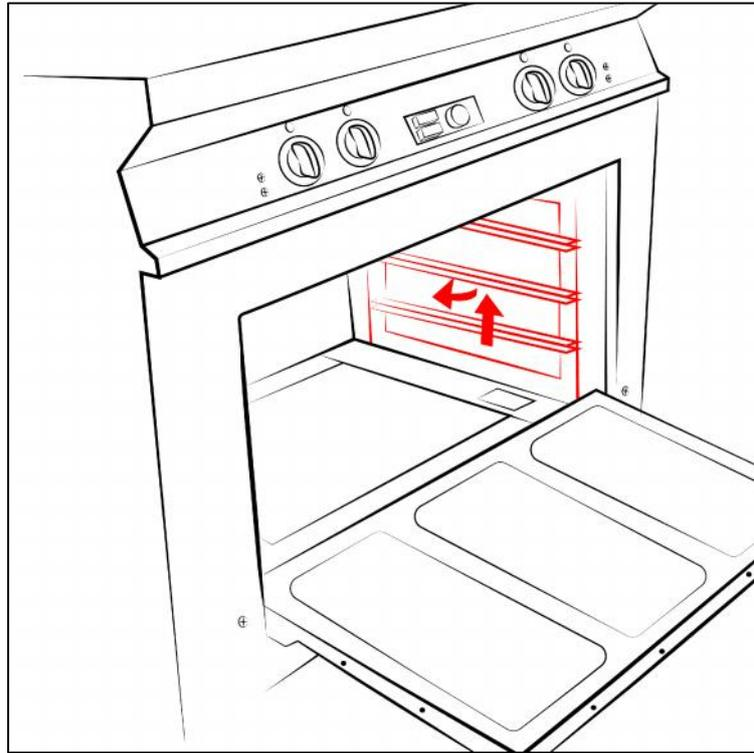

Figura 2
- Es conveniente limpiar diariamente la superficie interior de los hornos, para ello se pueden desmontar las rejillas porta bandejas quedando libre toda la superficie. Para limpiar las guías se pueden deslizar hacia arriba y luego al centro siguiendo las indicaciones de la figura 2.